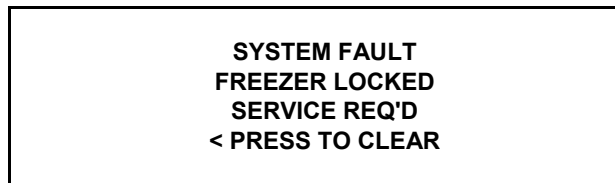

Рис. 35
2. Произошел отказ термистора морозильного цилиндра, бункера или хладагента во время цикла термообработки. (См. рис. 35.)